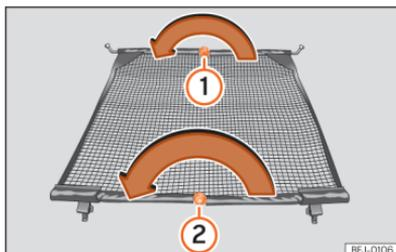

Abb. 203 Netztrennwand einklappen.
- Entriegelungsknopf »» (Abb. 203) ① drücken und Querstange bei gedrücktem Entriegelungsknopf in Pfeilrichtung einklappen.
- Entriegelungsknopf »» (Abb. 203) ② drücken und Querstange bei gedrücktem Entriegelungsknopf in Pfeilrichtung einklappen.